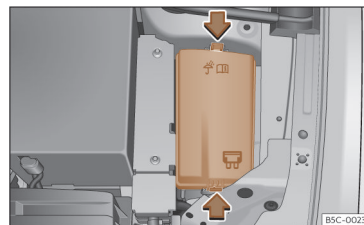

Fig. 217 No compartimento do motor: tampa da caixa de fusíveis.
- Pressione as patilhas de bloqueio para desbloquear a tampa da caixa de fusíveis >>> **Fig. 217**.